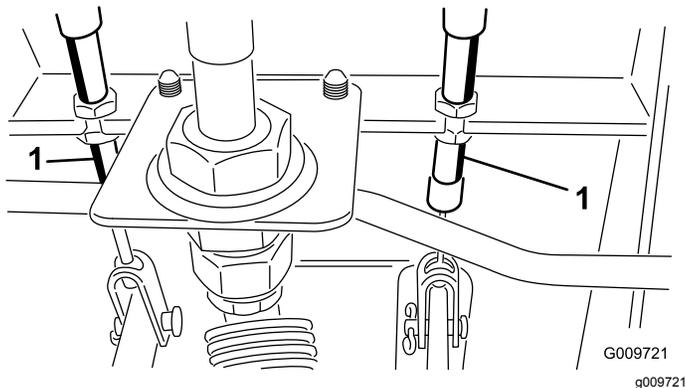

Bild 75
- A. Lockern Sie die vordere Mutter an der Gewindeseite des Bremszuges (Bild 75).